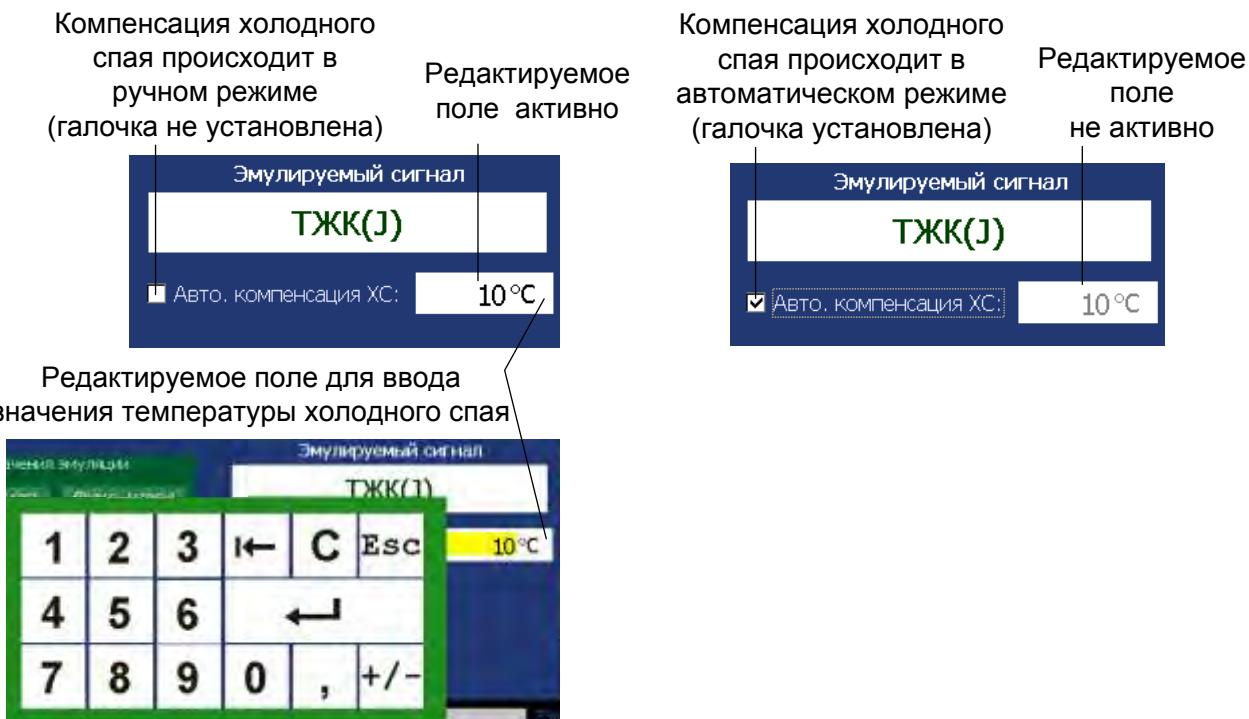

Рисунок 2.24
- ручной (галочка не установлена), при этом пользователю предлагается ввести значение температуры в соответствующее редактируемое поле (см. рисунок 2.24);
- автоматической (галочка установлена), при этом редактируемое поле для ввода значения температуры не активно (см. рисунок 2.24).
При подключении к ИКСУ-2012 одного из кабелей «КИ2012К» или «КИ2012Л» из прилагаемого комплекта, в разъем которого встроен компенсатор холодного спая Pt100, необходимо выбрать автоматический тип компенсации холодного спая. В этом случае компенсация холодного спая в процессе измерений будет осуществляться прибором автоматически. Если кабели «КИ2012К», «КИ2012Л» не используются, то необходимо выбрать ручной тип компенсации холодного спая, затем произвести измерение температуры холодного спая с погрешностью, не превышающей предела допускаемой основной погрешности для данного типа ТП, и ввести измеренное значение t_0 в соответствующее редактируемое поле (см. рисунок 2.24, п.2.8.4).